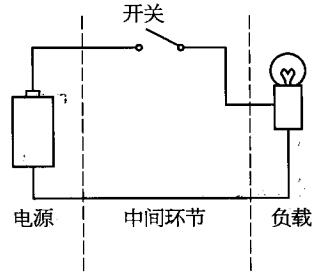

图 1-1 手电筒电路
简单地说, 电路就是电流流过的路径。图 1-1 所示为一个最简单的手电筒电路原理图, 它由电源、负载以及连接电源和负载的中间环节所组成。
(1) 电源 常用的电源有干电池、蓄电池和发电机等。此外, 将交流电转换成直流电的稳压电源通常也称为电源。
(2) 负载 负载即用电设备, 它是取用电能的装置。如电灯、电炉、家用电器、电动机等。
(3) 中间环节 其作用是把电源和负载连接起来形成闭合电路, 并对电路实行控制、保护及测量。最简单的中间环节就是开关和连接导线(见图 1-1)。